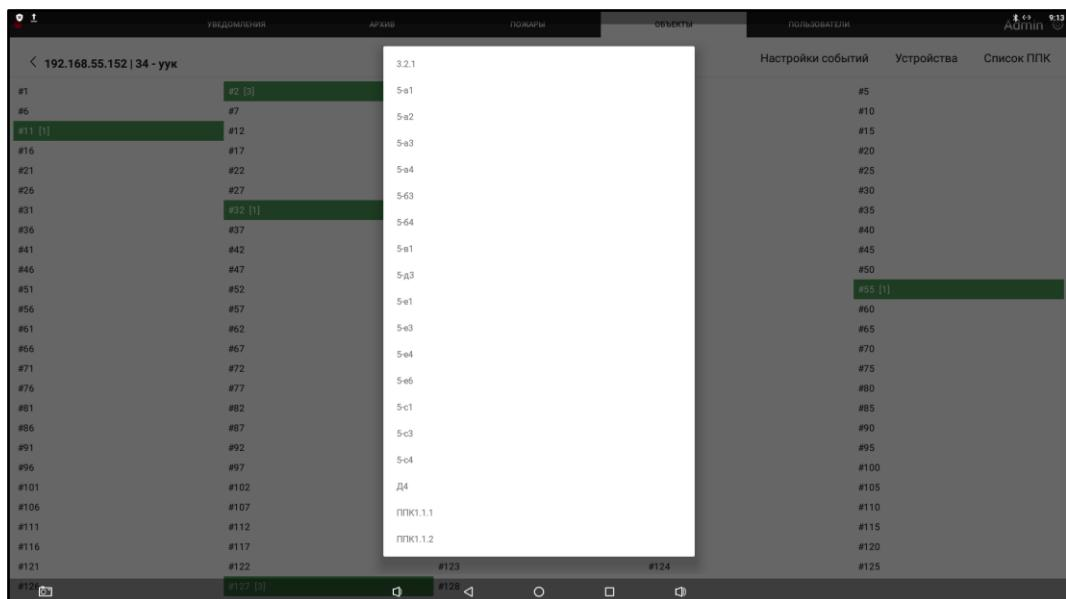

Рисунок 16 - Список ППК для загрузки имен событий
- **Скачать имена событий с ППК** - присваивает событиям имена установленные на выбранном ППК. После выбора данного пункта откроется список установленных ППК на данном объекте (рисунок 16). Кликаем на имени нужного ППК и будет запущен процесс чтения имен событий с выбранного ППК.